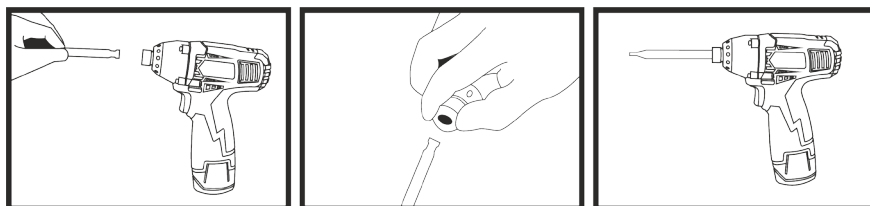

Fig. 3 – Instalando o bits
3. Para colocar o bits, empurre para fora a trava de encaixe rápido (1), conforme mostra a Fig. 3, insira o bits e solte a trava.